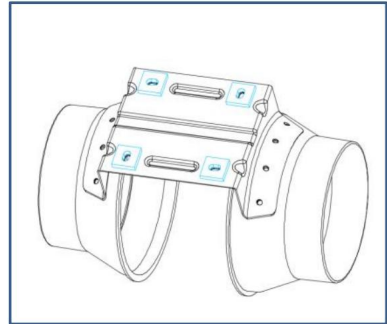

Fig.6.
2. Collez le coussin sur le support de bride pour vous assurer que le trou du coussin est aligné avec le trou du support de bride. Voir la (Fig. 6.)